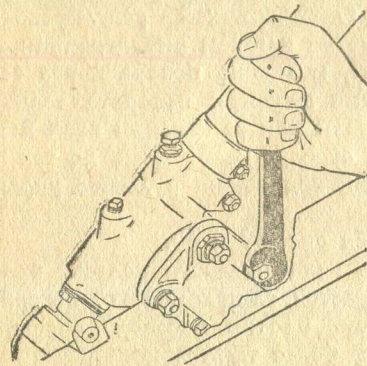
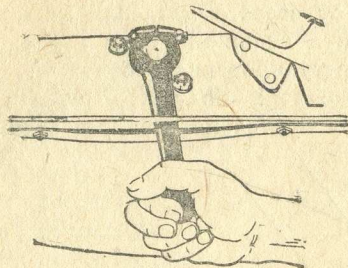
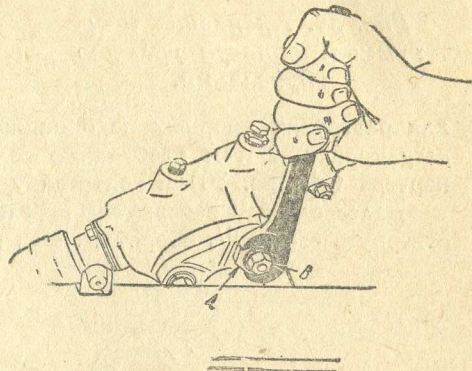

Рис. 34. Крепление гаек крышки картера рулевого управления.
Рис. 37. Проверка зазора в зацеплении сектора и червяка.
Рис. 38. Поворачивание эксцентричной регулировочной втулки.
Устранение осевой игры вала сектора. Прежде всего необходимо убедиться, затянуты ли гайки шпилек (1), крепящих крышку картера рулевого управления (3) к самому картеру (рис. 34).
димо установить рулевое колесо в среднее положение, соответствующее езде по прямой дороге. Затем надо взять сошку за конец, как указано на рис. 37, и покачать ее взад и вперед для определения величины ее мертвого хода, соответствующего повышенному зазору в зацеплении червяка и сектора. В случае обнаружения «качки», следует отвернуть все три гайки шпильки крышки картера (рис. 34) на $\frac{1}{4}$ оборота и гайку (В — рис. 38) эксцентричной регулировочной втулки А на $\frac{1}{2}$ оборота. Затем, захватив ключом шестигранник эксцентричной регулировочной втулки А, медленно поворачивать ее по часовой стрелке, проверяя в отдельные моменты поворота величину мертвого хода, остающегося еще у сошки при ее качании взад и вперед. Поворачивать втулку по часовой стрелке необходимо до тех пор, пока не будет уничтожен весь мертвый ход сошки рулевого управления (но не больше).
После этого необходимо туго затянуть гайку В (рис. 38) шпильки регулировочной втулки А и только потом затянуть все остальные гайки крепления крышки картера. Соблюдение указанного условия совершенно необходимо.